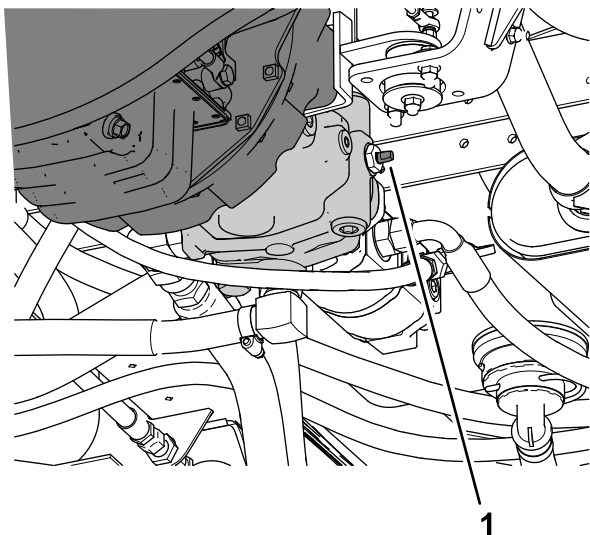

Figura 94
3. Gire la válvula de remolcado (Figura 94) 90° en cualquier sentido para abrirla.